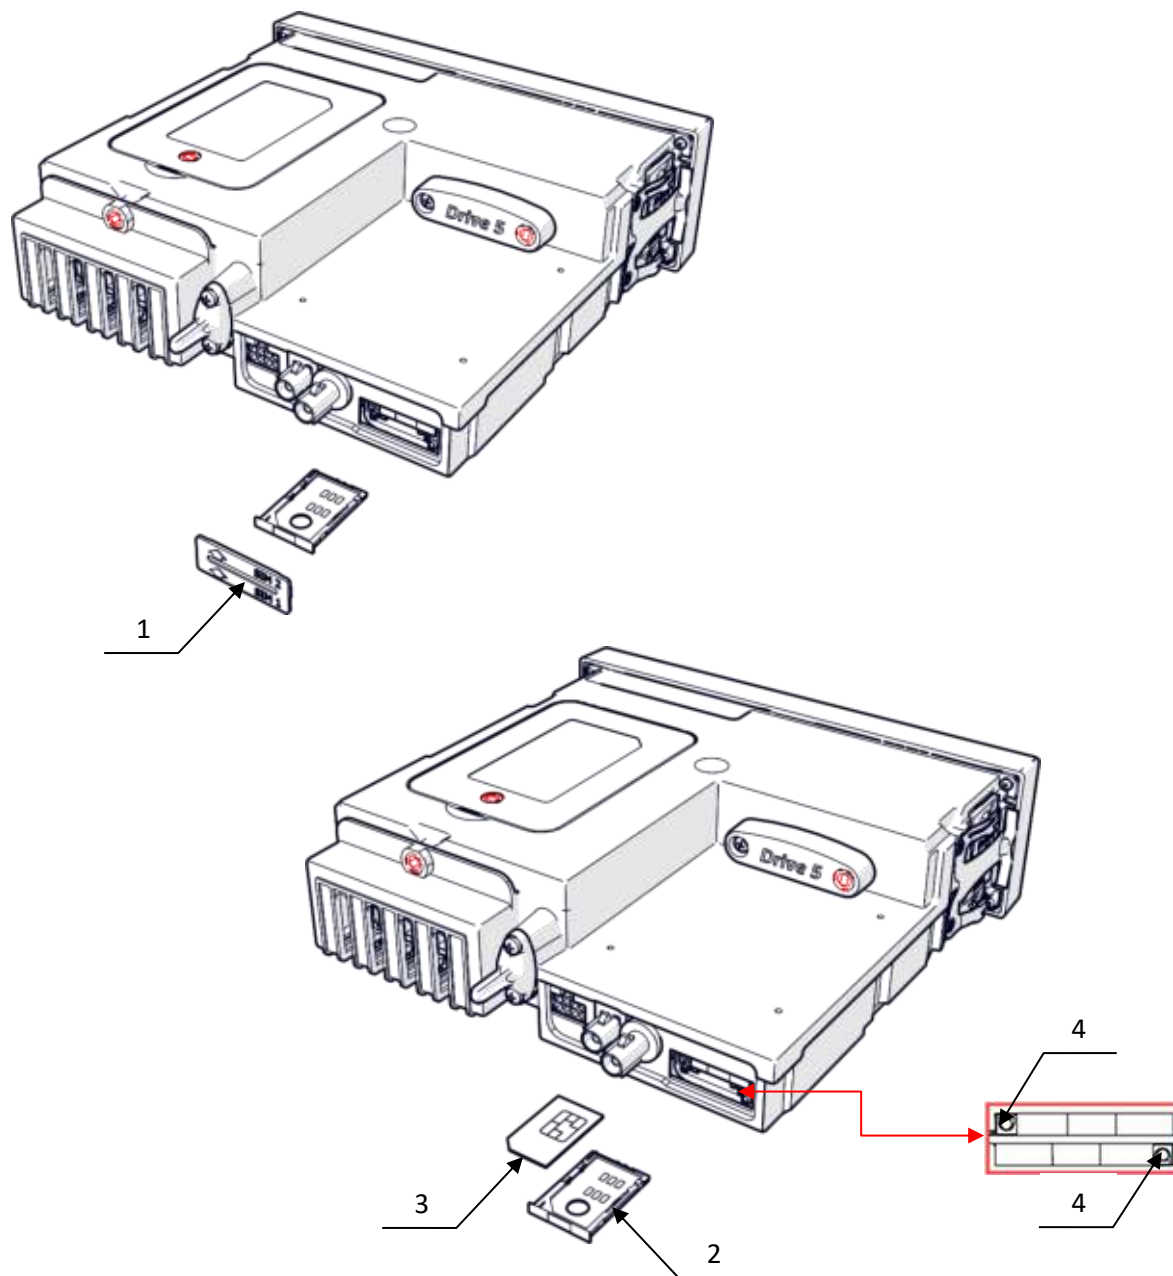

Рисунок 19. Установка SIM карты
Чтобы установить SIM-карту откройте крышку (1) (см. Рисунок 19. Установка SIM карты) и нажмите на кнопку извлечения подложки (4) на одном из разъемов. Установите на подложку разъема 2 SIM-карту (3), а затем верните подложку с картой обратно в разъем.